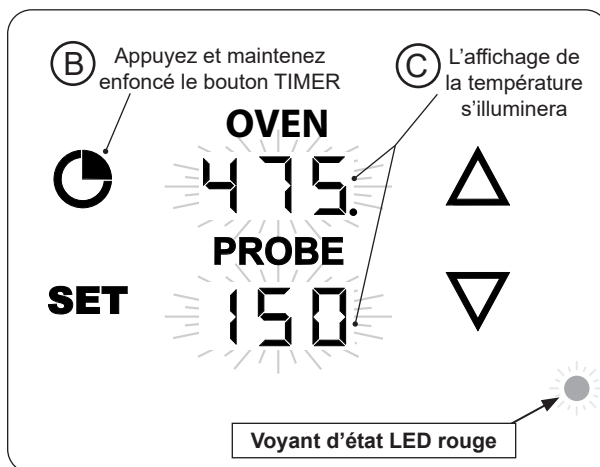

Fig. 34-2 Activez le thermostat
3. Appuyez et maintenez enfoncé le bouton **TIMER** (voir Fig. 34-2, B) jusqu'à ce que le reste des affichages s'allument (voir Fig. 34-2, C). (Le voyant lumineux LED rouge indique que l'appareil est en cours d'allumage.) L'allumeur va commencer à étinceler. Une fois que le pilote est allumé et établi, la vanne s'ouvrira et les brûleurs s'allumeront.